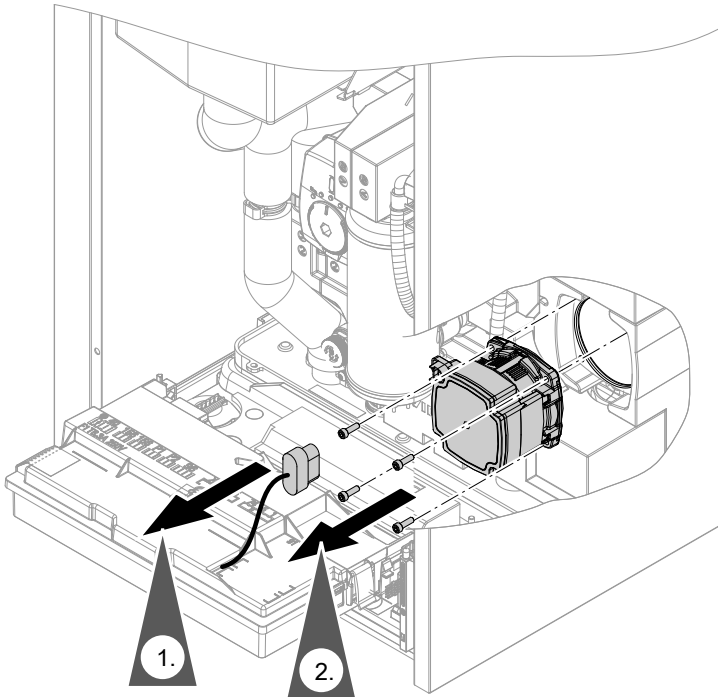

Abb. 97
- Anschluss-Stecker Umwälzpumpen: Siehe Abb. 97.